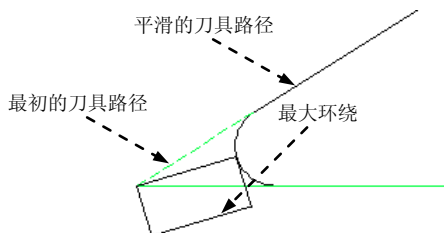

图 6.10.6 最大环绕距离
- ☒ **最大环绕** 文本框: 用于定义最初计算的位置的刀具路径与平滑的刀具路径间的最大距离 (图 6.10.6), 此值一般为最大切削间距的 25%。